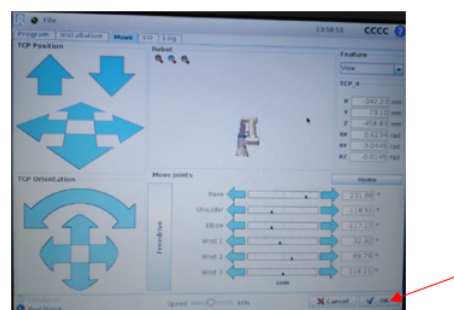

Figura 20: *Establecer Waypoint2*
- 1.13. Se abre nuevamente la pantalla que se muestra en la Figura 20. Ahora, ubicar el robot en el segundo punto (*Waypoint 2*) (Figura 19), para esto utilizar el Botón de movimiento libre (*Freedrive button*) como se explicó anteriormente.